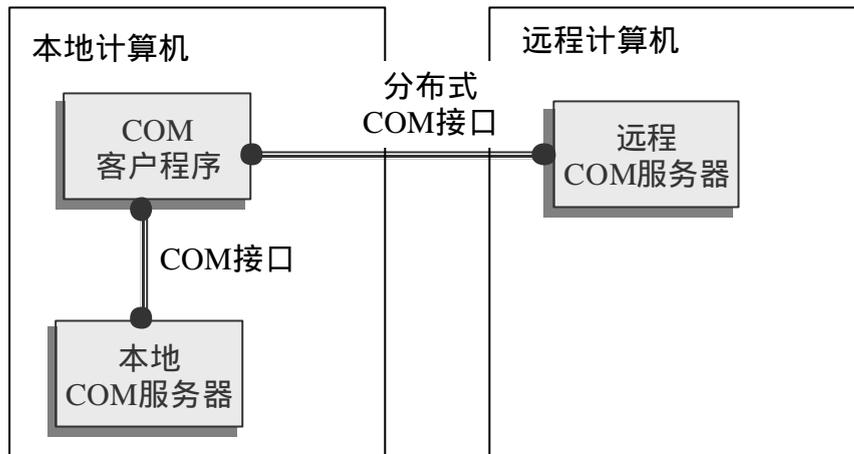

图 1-4 利用 COM 和分布式 COM 达成的组件间的互相连接
- 作为COM技术扩展的分布式COM（Distributed Component Object Model, 分布式COM）技术，更可以使COM组件分布在不同的计算机上，并通过网络互相连接并互相交换数据。所以对于COM客户程序来说，同样像连接本地计算机上的COM服务器一样，去连接远程计算机上的COM服务器，当然通信的速度不太一样，但是重要的是不必对服务器程序进行修正就可以在网络上自由构成（图1-4）。